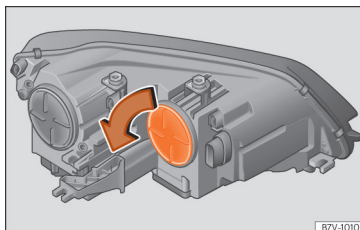

Abb. 64 Im Motorraum: Blinkerabdeckung.
① Blinker
- Abdeckung **»» Abb. 64** in Pfeilrichtung drehen und abziehen.
- Abdeckung **»» Abb. 64** entgegen der Pfeilrichtung bis zum Anschlag drehen.
② Kurvenlicht
- Abdeckung »» **Abb. 64** entgegen der Pfeilrichtung bis zum Anschlag drehen.